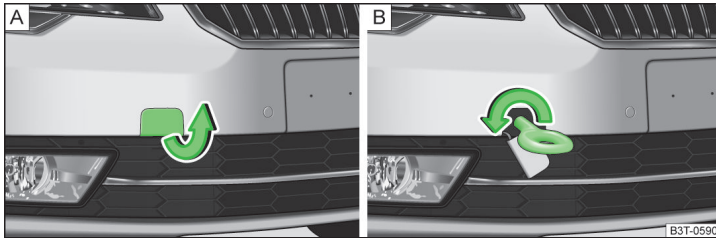

Abb. 185 Ausbau der Abdeckkappe / Einbau der Abschleppöse
- Die Abdeckkappe aus dem vorderen Stoßfänger herausnehmen » Abb. 185 - **A**.
- Die Abschleppöse nach links bis zum Anschlag einschrauben » Abb. 185 - **B** und diese so fest wie möglich anziehen. Für das Festziehen empfehlen wir, z. B. den Radschlüssel, die Abschleppöse eines anderen Fahrzeugs oder einen ähnlichen Gegenstand zu verwenden, der durch die Öse gesteckt werden kann.